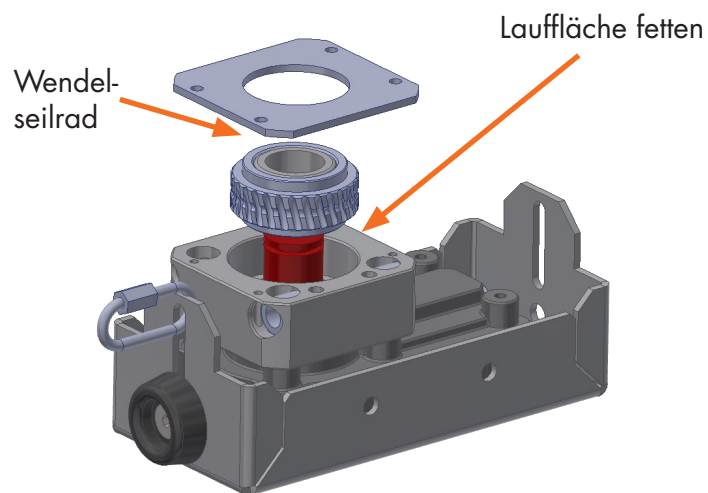

Abb. 31
7. Nur die Lauffläche des Freilaufs im Wendeseileinsatz mit Vaseline fetten (Abb. 31). Hierfür die Seilspannung etwas lockern, Abdeckblech abschrauben, Wendeseileinsatz herausnehmen und Vaseline auf die Welle auftragen.